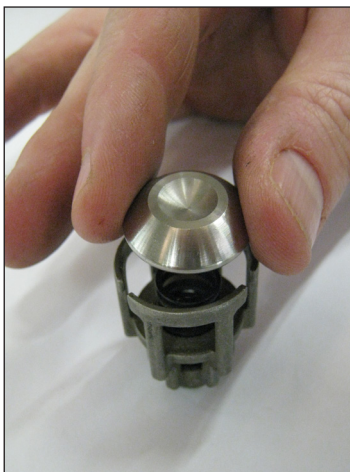
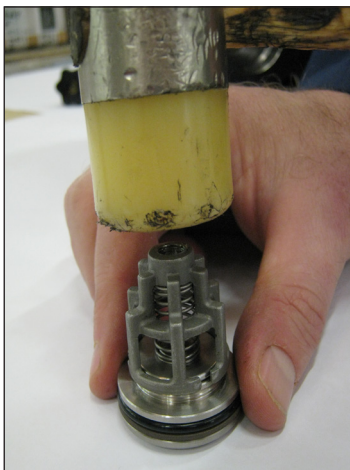

Fig. 24
Fig. 25
- 1 Durante l'assemblaggio dei gruppi valvola di aspirazione e mandata (Fig. 24, Fig. 25) non invertire le molle di aspirazione con quelle di mandata precedentemente smontate: